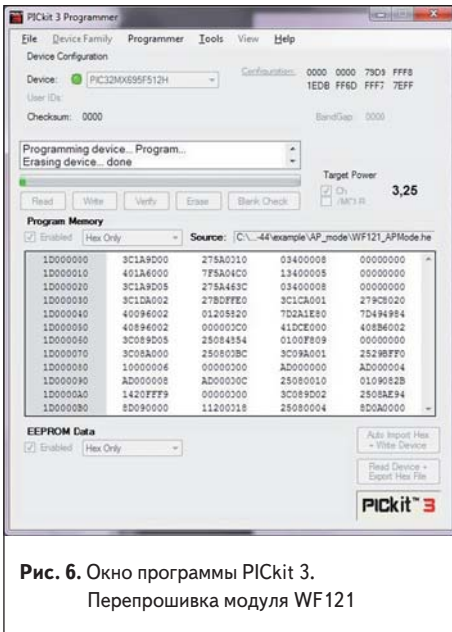

Рис. 6. Окно программы PICKIT 3. Перепрошивка модуля WF121
- В окне программы выбрать устройство (Device) PIC32MX695F512H из выпадающего меню (рис. 6).